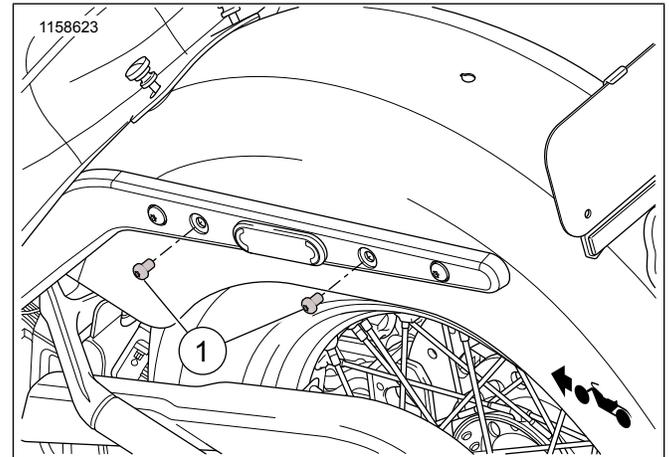

Figura 1. Retirada de tornillos - guardabarros trasero
2. Figura 1 Afloje los tornillos de soporte de guardabarros (1).
3. Figura 1 Quite el tornillo trasero (1), deséchelo.